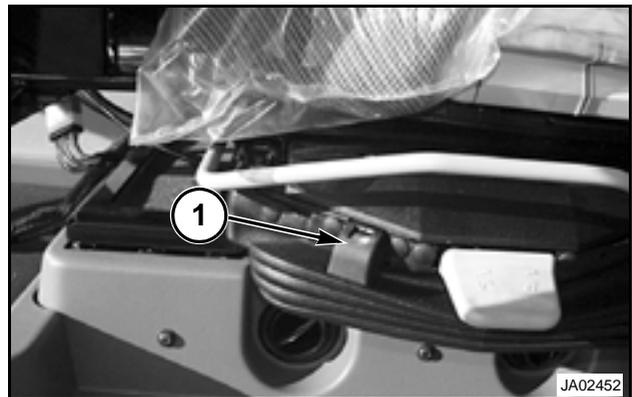

FIG. 23
FIG. 23: El indicador de ajuste vertical (1) se encuentra en el frente del lado derecho del asiento del operador. Cuando el operador esta sentado, el ajuste vertical del asiento debe ser ajustado de modo que las fajas de color encuéntrense en el área verde. Si aparece la zona amarilla, la suspensión se elevara o bajará hasta que el indicador vuelva a estar en el rango verde.